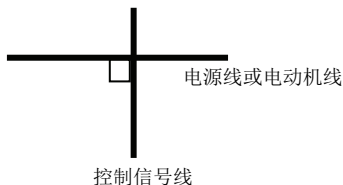

图 4-2 系统配线要求
- (1) 变频器的机电缆线(U、V、W 端子引出线)与电源电缆线(R、S、T 端子输入线)应该保证足够的距离且尽可能远。
- (2) U、V、W 端子三根电机线尽量置于金属管或金属布线槽内。
- (3) 一般控制信号线应采用屏蔽电缆，屏蔽层与变频器 ⊕ 端相连后，以靠近变频器侧单端接地。
- (4) 变频器 ⊕ 端接地电缆必须直接与接地板相连，不得借用其它设备接地线接地，并且接地点应尽可能靠近变频器。
- (5) 强电电缆(R、S、T、U、V、W)不得与控制信号线平行近距离布线，更不能捆扎在一起，须保持 20~60 厘米(与强电电流大小有关)以上的距离。如果要相交，则应相互垂直穿越，如图 4-2 所示。